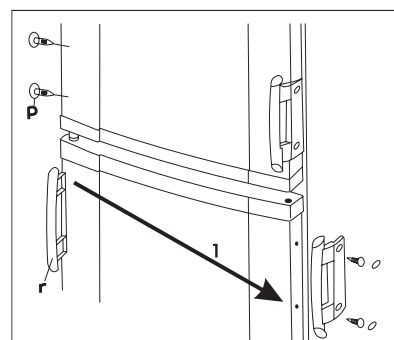

рис.4.
- Переставьте ручки (r) на другую сторону и вставьте пластмассовые заглушки (p), вложенные в пакет вместе с настоящим руководством по эксплуатации, в три освободившиеся отверстия (рис. 4).